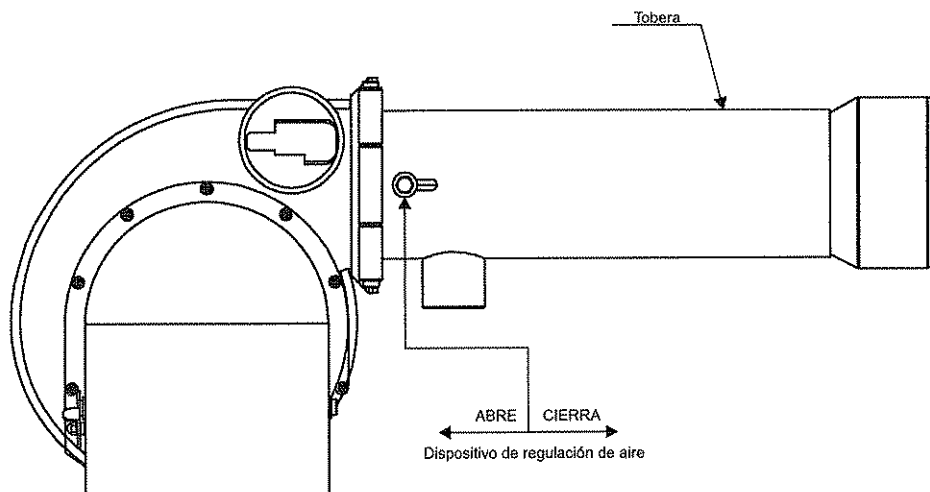

Fig. 2
1. Colocar el dispositivo de regulación en posición intermedia (ver fig. 2).